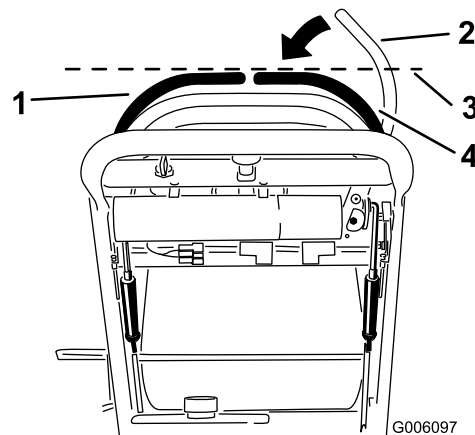

Figura 43
3. Spingete la leva destra di controllo del movimento verso il basso togliendola dalla posizione di blocco in folle (Figura 43).
4. Controllate che si allinei orizzontalmente con la leva sinistra di controllo del movimento (Figura 43).